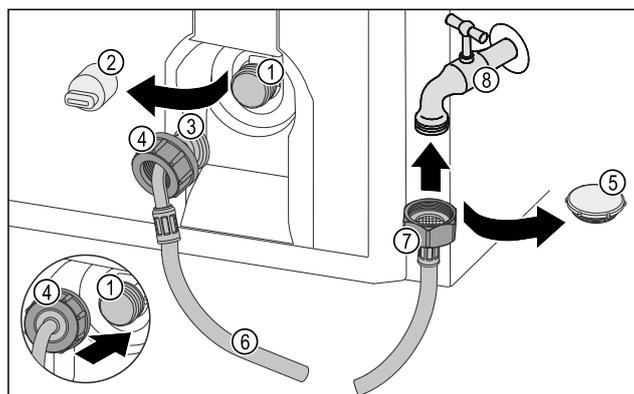

Fig. 54
- ▶ Rimuovere il coperchio di chiusura Fig. 54 (5).
- ▶ Posizionare l'estremità del flessibile diritta Fig. 54 (7) sul rubinetto dell'acqua Fig. 54 (8).
- ▶ Stringere in senso orario sull'estremità del flessibile diritta Fig. 54 (7) in senso orario.